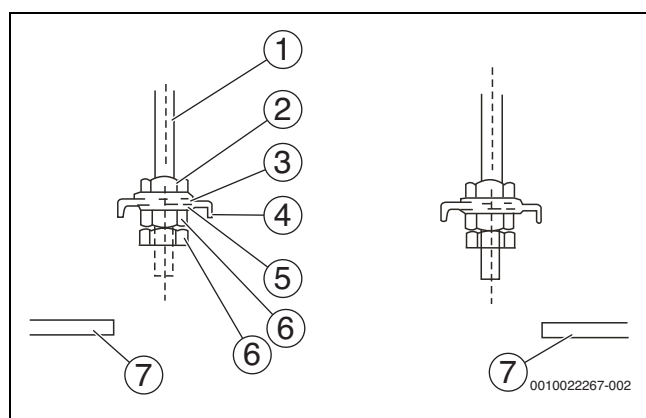

Рис. 14
- Отрегулируйте положение гаек. Размер зазора между шайбой (нижней частью) и потолком определяется фактической конструкцией потолка (→ рис. 14).